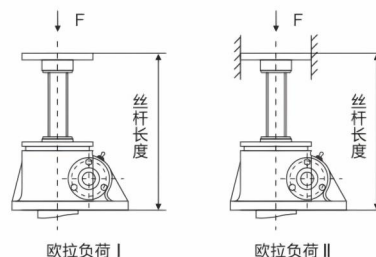
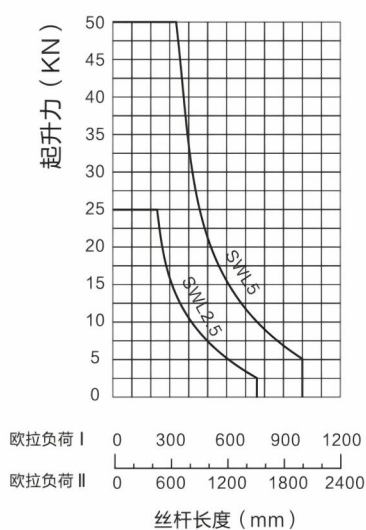
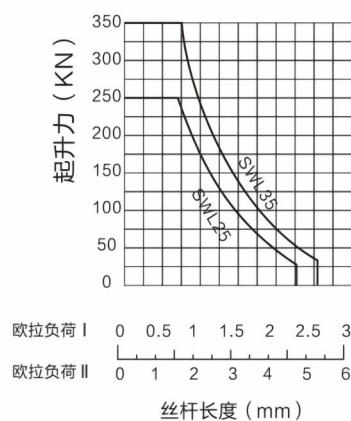

图1
图2
图4
根据丝杆行程和提升负荷查图1~图4，找出所需升降机的型号，再查提升力和提升速度表，校核提升速度是否满足要求。
根据 $F=20\text{KN}$ ，丝杆行程 $=400\text{mm}$ 查图2，选择SWL5升降机。再查提升力和提升速度表核对SWL5升降机在20KN负荷下只允许 0.526m/min 的速度，只有重选大型号的升降机。再查提升力和提升速度表得知SWL10在20KN负荷下允许提升速度为 1.4m/min 而满足要求。
- 1、当压力负荷减小时，提升高度可随之增大（两者具体关系详见图2~图4）；